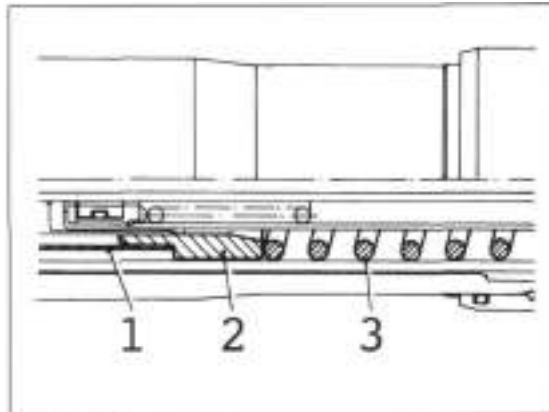
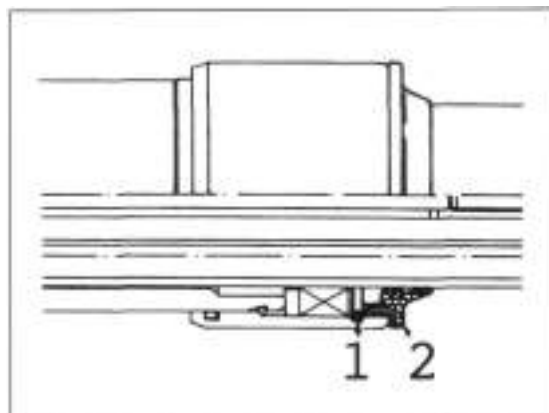

Bild 231
Bild 232
- Staubschutz  Bild 231 ausheben. Mit kleinem Schraubendreher Federring (Bild 232) von Sitz aushebeln.